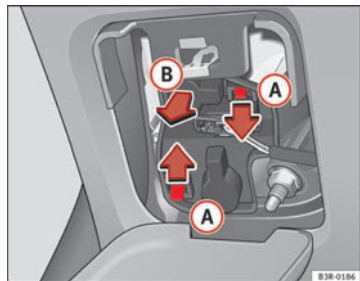

Abb. 216 Lampenträger ausbauen
- Drücken Sie in Pfeilrichtung auf die Laschen **(A)** ⇒ Abb. 216 und nehmen Sie den Lampenträger gemäß dem Pfeil **(B)** heraus.